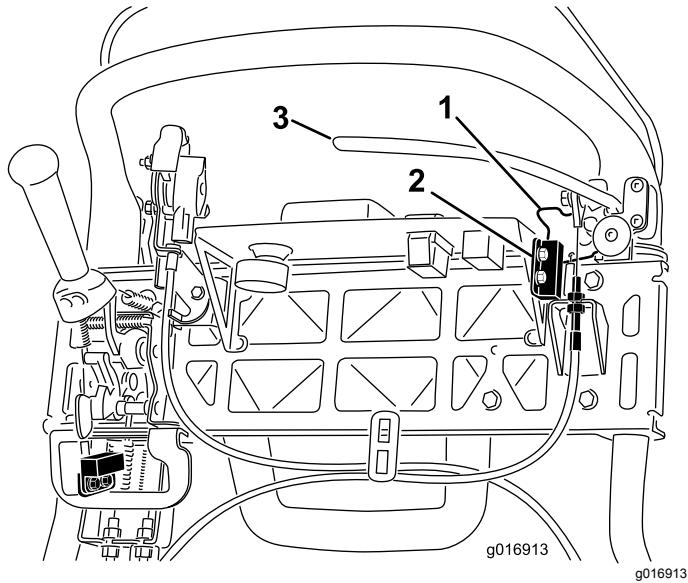

Figura 43
4. Afloje las fijaciones de montaje del interruptor de seguridad (Figura 43).
5. Coloque un suplemento de 1,6 mm de grosor entre el seguro del freno de estacionamiento y el interruptor de seguridad (Figura 43).